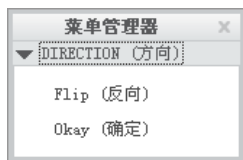
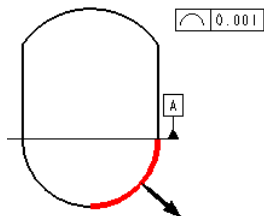

图 5.6.23 “方向”菜单
图 5.6.24 指引线方向
(1) 在对话框中**放置**区域的**类型**下拉列表中选择**带引线**选项，在弹出的**LEADER TYPE (引线类型)**菜单中选择**Arrow Head (箭头)**命令。
(2) 在系统**选择多边, 尺寸界线, 坐标系, 轴心, 多个轴线, 曲线, 顶点 或 截面图元**的提示下，选取图 5.6.22 所示的边线为放置位置参照，在**LEADER TYPE (引线类型)**菜单中单击**Done (完成)**命令，系统弹出图 5.6.23 所示的**DIRECTION (方向)**菜单，且在视图中显示指引线方向，如图 5.6.24 所示。